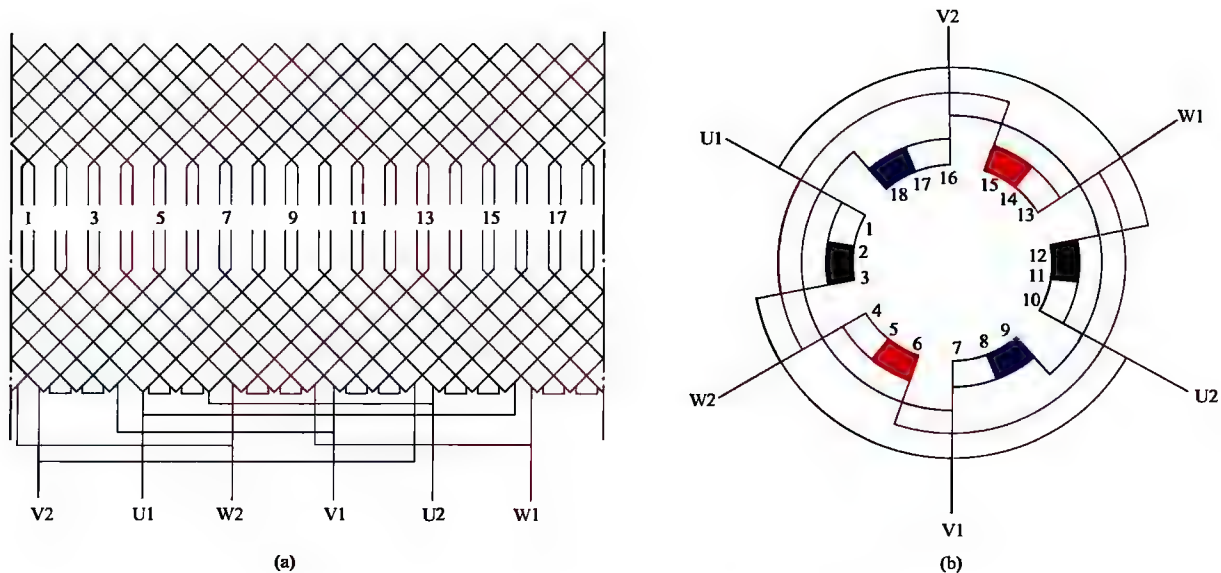

图 1-4 三相 2 极 18 槽双层叠绕组 2 路接法
4. 三相 2 极 18 槽双层叠绕组 2 路接法展开图与接线圆图（见图 1-4）